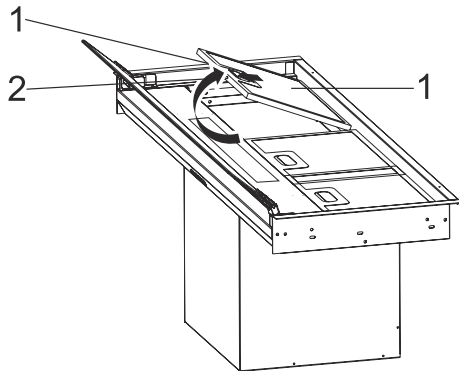

Fig. 10
1. ➔ Rimuovere l'imballaggio dell'apparecchiatura e posizionare i filtri in alluminio rivolti verso l'alto. (Fig. 10).
Premere il fermo del filtro in alluminio (/1) e tirare verso l'alto (Fig. 10/ 2) per rimuoverlo.